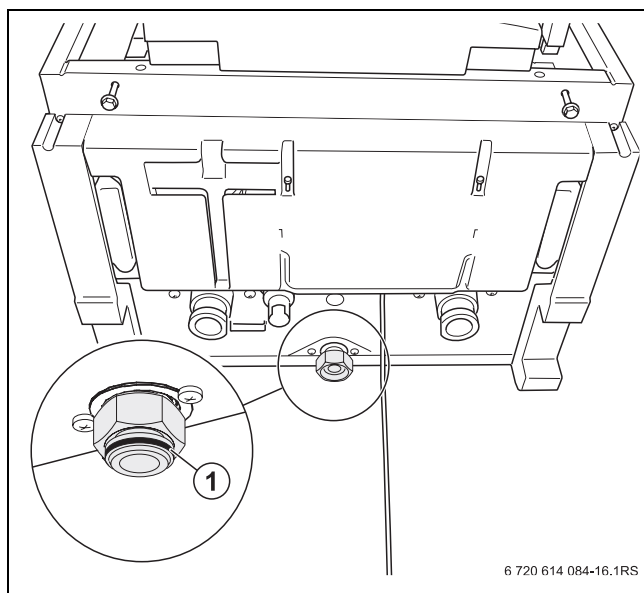

Bild 3 Gummidichtung
- ▶ Darauf achten, dass sich die werkseitig vormontierte flache Gummidichtung in der Schraubverbindung (gerätseitig) befindet (→ Bild 3, **Lupe**).